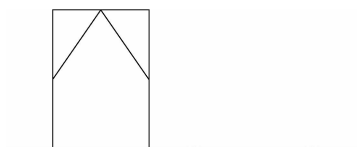

图 3-33 绘制不闭合多段线
(4) 使用“多段线”命令绘制如图 3-33 所示的不闭合多段线。